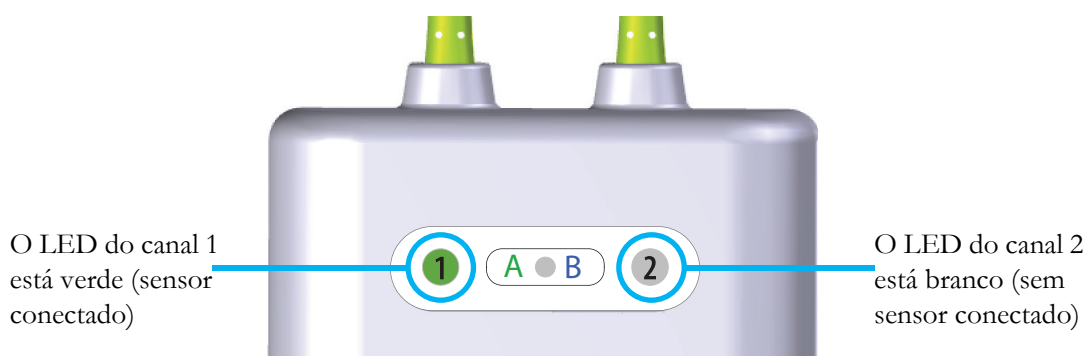

Figura 12-14 Conectando um sensor ao cabo de gravação
- 6 Verifique que o LED indicador de status do canal no módulo ForeSight Elite (FSM) mude de branco para verde quando o sensor estiver totalmente conectado. Consulte figura 12-14.